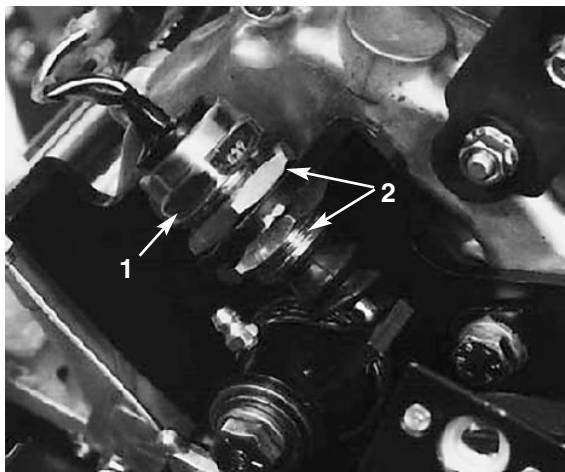

Bild 38
2. Lockern Sie die (2) Befestigungsmuttern am Schalter (Bild 38) und bewegen den Schalter so weit, dass der Schalterstößel $4,57 \pm 1,5$ mm eingedrückt ist (Schaltkontakt geschlossen).
2. Drehen Sie die Federspannschraube mit einem 7/8"-Schraubenschlüssel so weit heraus, dass die Druckscheibe nicht mehr gegen die Untermesserleiste drückt (Bild 38).